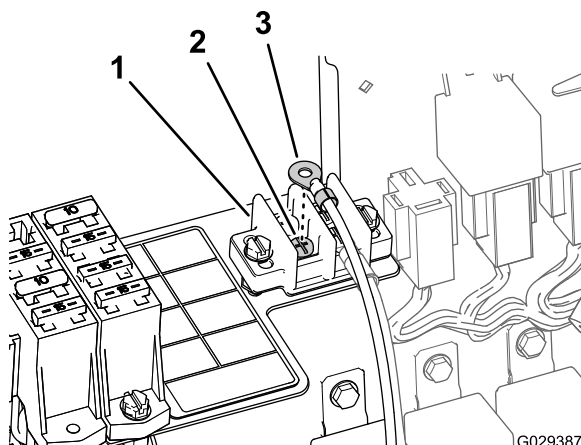

図 19
1. アース端子ブロックからねじを外す 図 19。
2. ステップ 1 で外したねじを使用して、仕上げキットのワイヤハーネスについているリング端子を、アース端子ブロックに固定する 図 19。